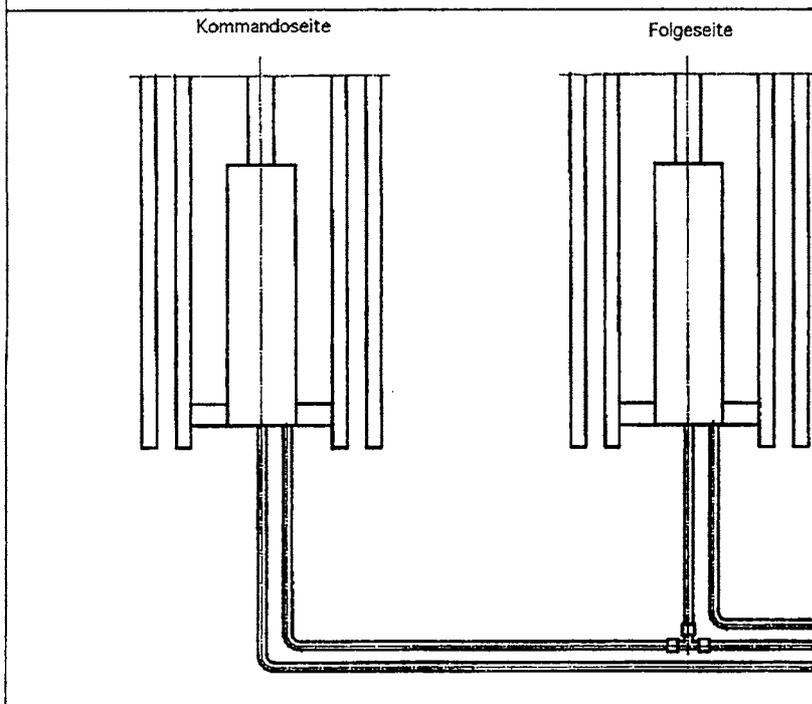

Bild 7: Verlauf der Hydraulikschläuche von der Bediensäule zur Hebebühne
- Absenkvorgang unterbrechen (Gewindestift zurückdrehen und anziehen), sobald der letzte Zahn der Klinkenleiste überfahren ist und der Zahn des Klinkenschweißteils nicht mehr einrasten kann (siehe Bild 7).